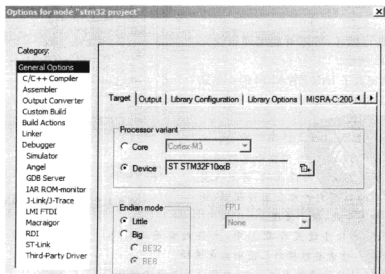

图 6.1.7 选择器件类型
a) 切换至 General Option 界面 Target 选项卡,选择 Device→ST STM32F10xxB(根据 STM32 器件类型而定),如图 6.1.7 所示。